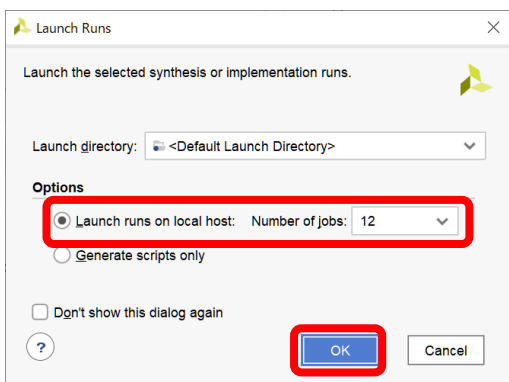

図 11.14 プロジェクトの作成および論理合成の手順 13
13) 「Number of jobs」の数を調整し「OK」を選択すると論理合成が開始される (図 11.14)。この数は、コンピュータのプロセッサ数の仕様に依存し、大きいほど処理にかかる時間を短縮できる。ただし、ほかのアプリケーションを実行し作業する際は、最大の数を指定しないことを推奨する。